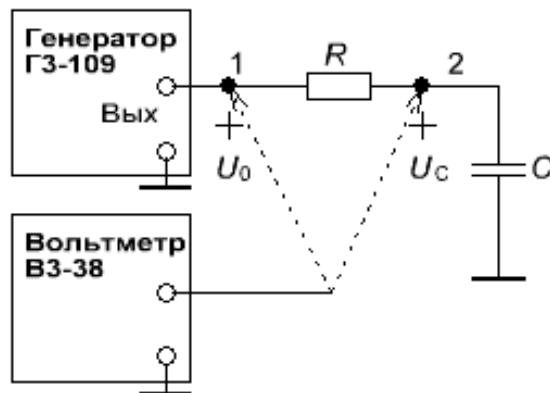

Рис. 4.2
1.4. Познакомьтесь со схемами эксперимента, представленными на рис. 4.2 и 4.3.
- 2.1. Соберите цепь, схема которой представлена на рис. 4.2.